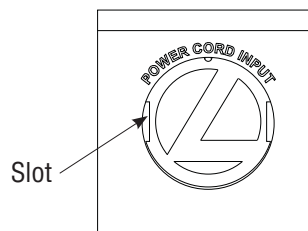
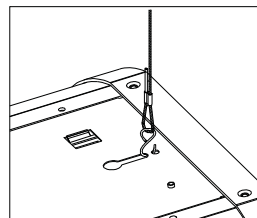

Figure 6
Figure 9
2) To Install power cord to (17) fixture- Locate end of fixture noted "Power Cord Input" and remove Logo plug (9) to expose power cord port. -See Fig 6
3) To remove plug cover (9)- gently insert flat blade screwdriver into slot on either side of cover. Gently pry upward on plug to remove.
4) Unbundle power cord (17) and plug fitting into end of fixture.
2) Pour installer le fil d'alimentation (17) au luminaire- Localiser l'extrémité du luminaire marquée « Entrée du fil d'alimentation » et retirez le bouchon Logo pour exposer le port du fil d'alimentation. - Voir la figure 6.
3) Pour enlever le couvercle de la prise (3)- insérez doucement un tournevis à lame plate dans la fente à chaque côté du couvercle. Soulevez doucement la prise avec le tournevis pour la retirer.
6) While supporting fixture assembly, attach "S" hooks (4) to housing. Slide hooks through openings on top of Housing (1) and crimp both ends of hook.-(See Figs.9 and 10)
6) Tout en soutenant l'ensemble de luminaire, attachez les crochets « S » (4) au boîtier. Glissez les crochets à travers les ouvertures au-dessus du boîtier (1) et sertissez les deux extrémités du crochet.-(Voir figures 9 et 10)